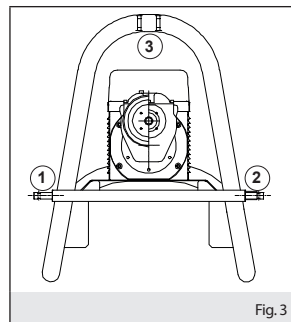

Fig.3
- che i tre punti di ancoraggio (fig.3) previsti siano perfettamente fissati e bloccati con i pezzi in dotazione. L'errato ancoraggio provoca il ribaltamento della macchina con grave pericolo per l'operatore.
- the three links (fig.3) are perfectly fastened and locked with the accessories provided. If wrongly anchored the machine could tip over causing a severe hazard for the operator.
- les trois points d'ancrage (fig.3) prévus sont parfaitement fixés et bloqués avec les pièces fournies. Un ancrage incorrect provoque le basculement de la machine et constitue donc un grave danger pour l'opérateur et l'endommagement du produit.
- die drei vorgesehenen Verankerungspunkte (Abb.3) perfekt befestigt und mittels der